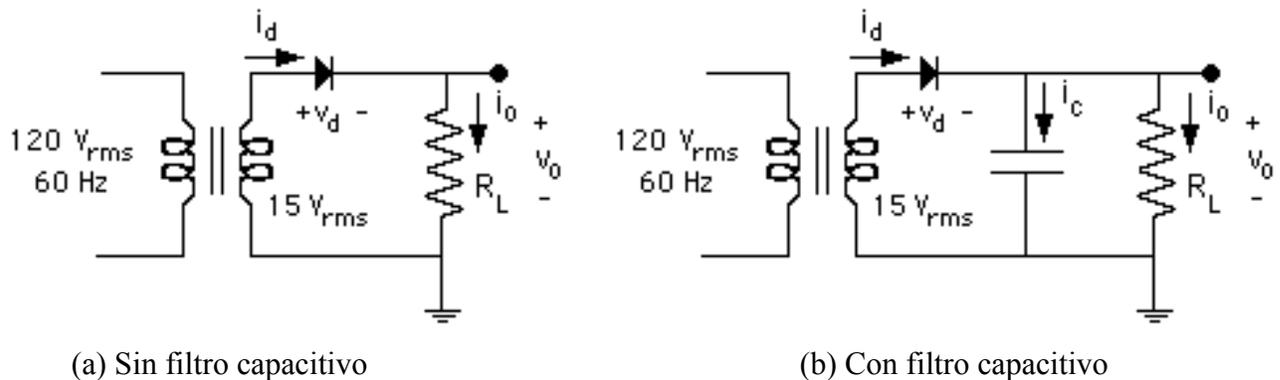

Figura 2. Rectificador de media onda
4.- En el circuito de la Figura 2.a, el rectificador de media onda sin filtro capacitivo, explique brevemente cómo funciona este circuito y cuál es su objetivo fundamental. Haga un esquema de la forma de onda del voltaje en la entrada del rectificador, el voltaje en el diodo, el voltaje en la resistencia de carga y la corriente en el diodo, indicando los tiempos de interés.
6.- Utilizando los valores indicados por su profesor, realice la simulación del circuito de la Figura 2.a a fin de observar en la pantalla los voltajes de entrada y salida de dicho circuito. Realice también el análisis transitorio (TRANSIENT) para obtener los voltajes de entrada y salida sobre los que pueda utilizar marcadores para determinar con precisión las variables de interés.
7.- En el circuito de la Figura 2.b, el rectificador de media onda con filtro capacitivo, explique brevemente cómo funciona este circuito y cuál es su objetivo fundamental. Haga un esquema de la forma de onda del voltaje en la entrada del rectificador, el voltaje en el diodo, el voltaje en la resistencia de carga y la corriente en el diodo, indicando los tiempos de interés.
9.- Utilizando los valores indicados por su profesor, realice la simulación del circuito de la Figura 2.b a fin de observar en la pantalla los voltajes de entrada y salida de dicho circuito. Realice también el análisis transitorio (TRANSIENT) para obtener los voltajes de entrada y salida sobre los que pueda utilizar marcadores para determinar con precisión las variables de interés
7.- Monte el circuito de la Figura 2.a con los valores indicados por su profesor, correspondiente al rectificador de media onda. Dibuje a continuación los circuitos con la colocación adecuada de las puntas de prueba para observar simultáneamente en la pantalla del osciloscopio los siguientes pares de señales: el voltaje de entrada (secundario del transformador) y el voltaje en la carga, el voltaje de entrada junto con el voltaje en el diodo y el voltaje en el diodo junto con la corriente en el diodo (observe que la corriente por el diodo es la misma que circula por la carga). Indique si es necesario invertir algún canal para observar las señales con la polaridad correcta. Registre las formas de onda para poder analizarlas posteriormente.
9.- Monte el circuito de la Figura 2.b con los valores indicados por su profesor, correspondiente al rectificador de media onda con filtro capacitivo. Dibuje a continuación los circuitos con la colocación adecuada de las puntas de prueba para observar simultáneamente en la pantalla del osciloscopio los siguientes pares de señales: el voltaje de entrada y el voltaje en la carga, el voltaje de entrada junto con la corriente en el diodo y el voltaje en el diodo junto con la corriente en el diodo. **Observe que para medir la corriente del diodo en este caso debe colocar una resistencia del orden de los ohmios en serie con el diodo.** Indique si es necesario invertir algún canal para observar las señales con la polaridad correcta. Registre las formas de onda para poder analizarlas posteriormente.